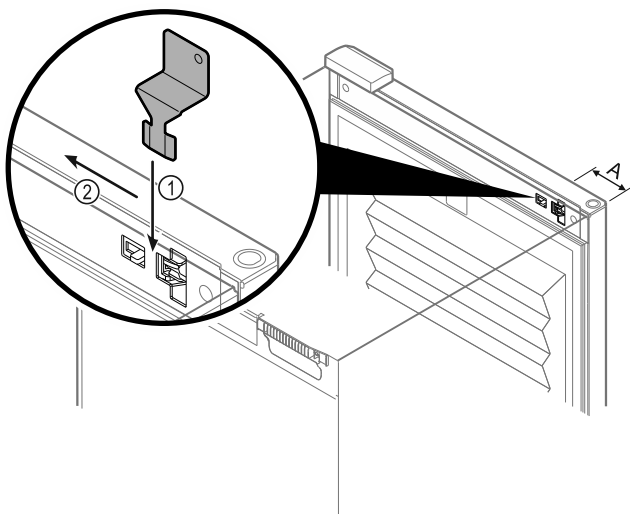

Fig. 148
- ▶ Расположите ключ для аварийной разблокировки в заданном месте Fig. 148 (A) ≈ 100 мм.
- ▶ Вставьте ключ для аварийной разблокировки Fig. 148 (1) между дверью и корпусом устройства сверху и до упора.
- ▶ Потяните ключ для аварийной разблокировки в направлении шарнира. Fig. 148 (2)